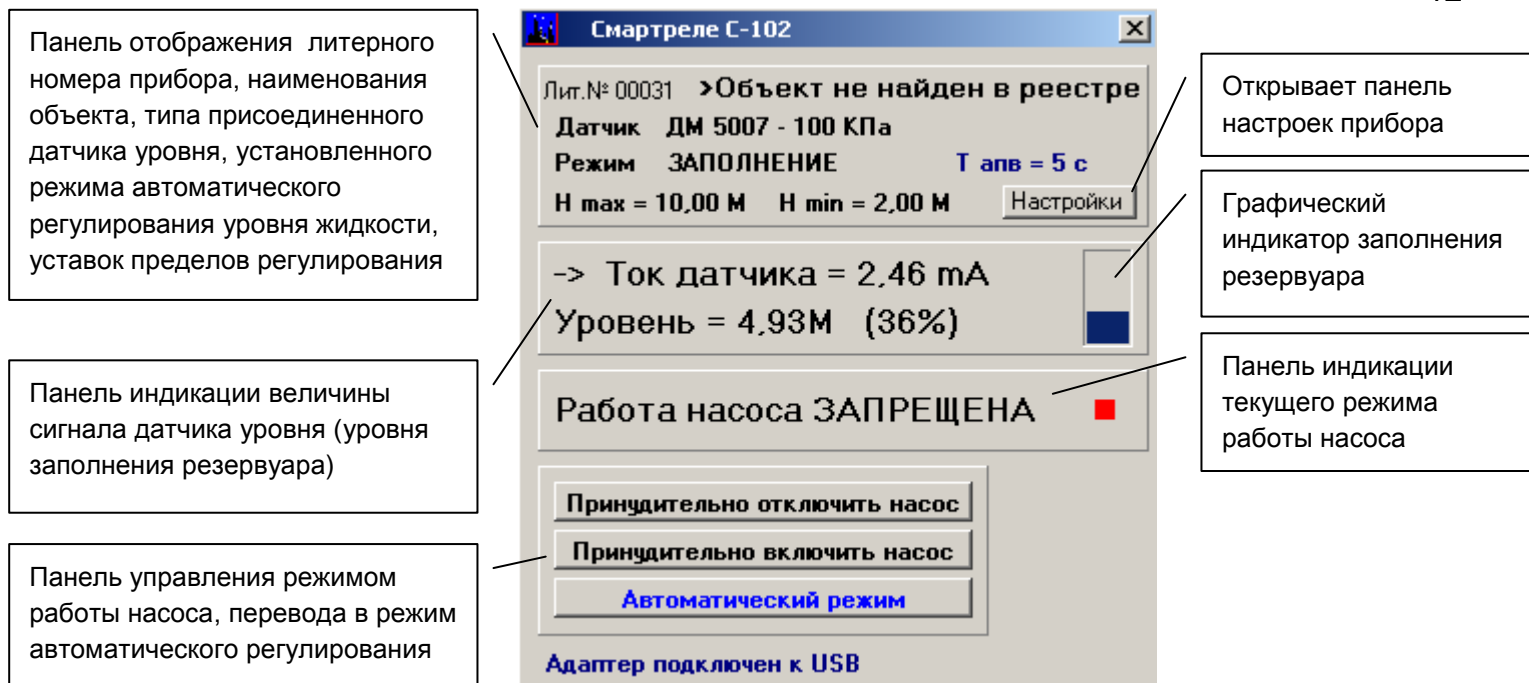
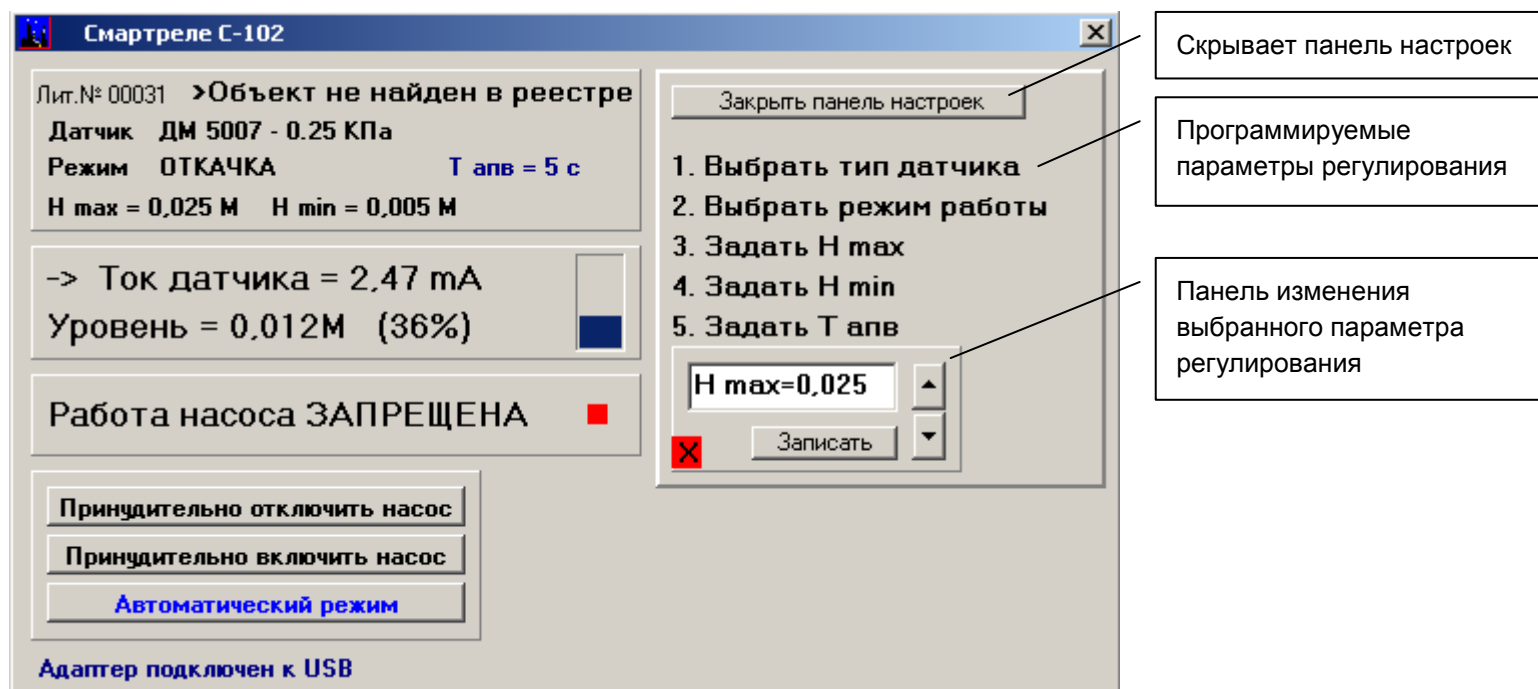

Рисунок 6 – внешний вид приложения настройки реле СМАРТРЕЛЕ C-101, СМАРТРЕЛЕ C-102, расположение и назначение основных управляющих элементов
Рисунок 7 – программирование параметров регулирования реле СМАРТРЕЛЕ C-101, СМАРТРЕЛЕ C-102
3. В открывшемся окне программы (рис.6) отображаются текущие параметры настройки реле.
8.4 При необходимости изменить настройки - нажать кнопку «Настройки» (рис. 6) – откроется дополнительная панель настроек (рис.7), на которой нужно выбрать необходимый параметр и задать новое значение, которое занесется в энергонезависимую (не изменяемую при отключении питания) память реле.